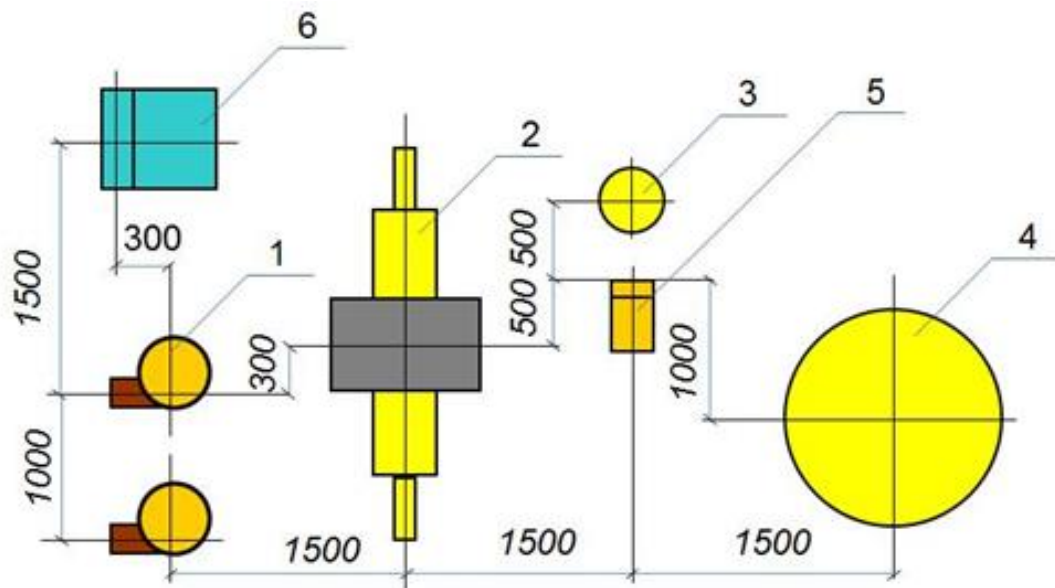

Рис. 5 – Між головними осями обладнання зв'язаного в лінію
3. Між головними осями обладнання зв'язаного в лінію (рис. 5).